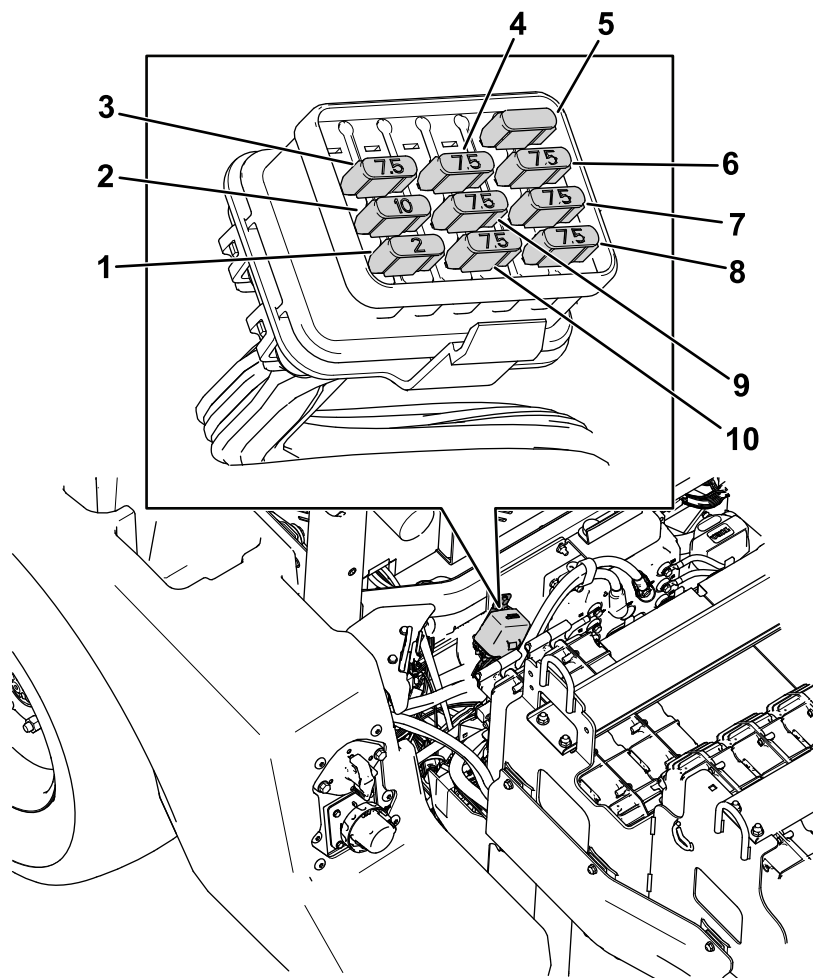

Figura 51
- Levante el capó para localizar un bloque de fusibles con varios fusibles (Figura 51).